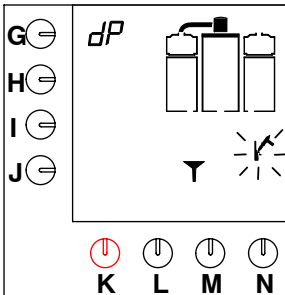

Fig. 16 El sistema de preparación de café necesita una solución descalcificadora.
- Suena una señal, aparece intermitentemente el símbolo del martillo, y se muestra un embudo en el display, vea fig. 16 .